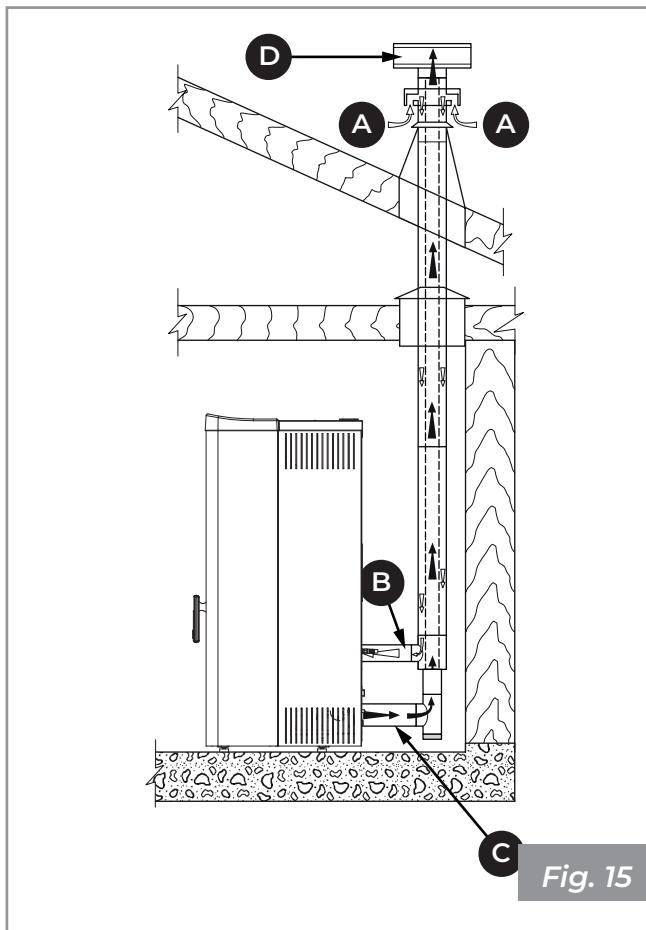

Fig. 15
- canaliser l'air de combustion en utilisant un tuyau d'échappement coaxial pour l'expulsion des fumées et le prélèvement de l'air (**Fig. 15 - A, B = Arrivée d'air, C, D = Évacuation des fumées**) ; il n'est donc pas nécessaire de faire une prise d'arrivée d'air classique dans la pièce.